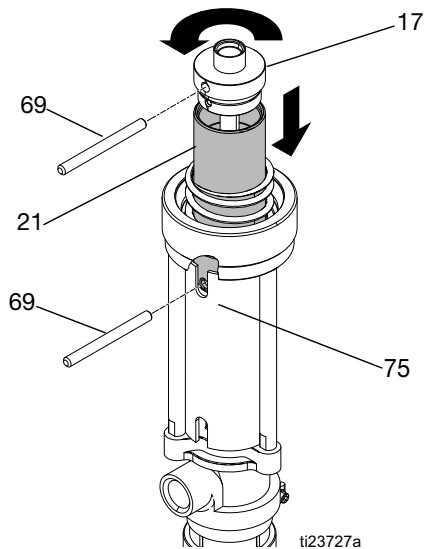

ABB. 13
5. Schlitz der Abdeckung (75) mit dem Kolbenloch ausrichten und Stift (69) in das Kolbenloch einschieben, um den Kolben am Verdrehen zu hindern. Zweiten Stift (69) zum Abschrauben der Kolbenkappe (17) und Trennen des Kolbens (21) verwenden, um Passstift (19) freizulegen. Siehe ABB. 13.